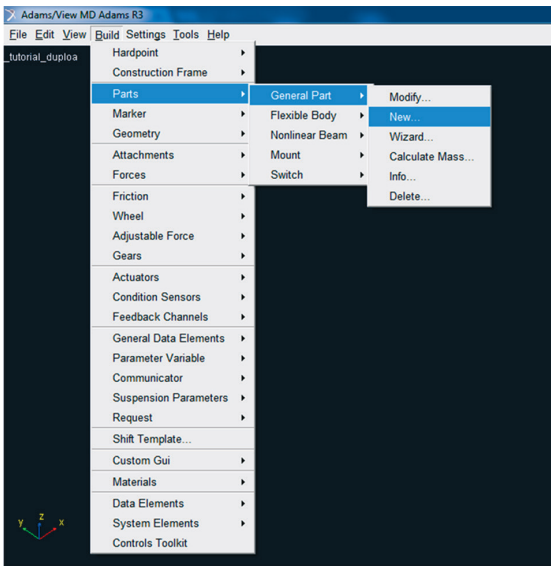

Figura 5.96 – Janela correspondente à criação do *General Part* “*Tierod*”.
- Acesse o menu *Build* → *Parts* → *General Part* → *New* (Figura 5.96).